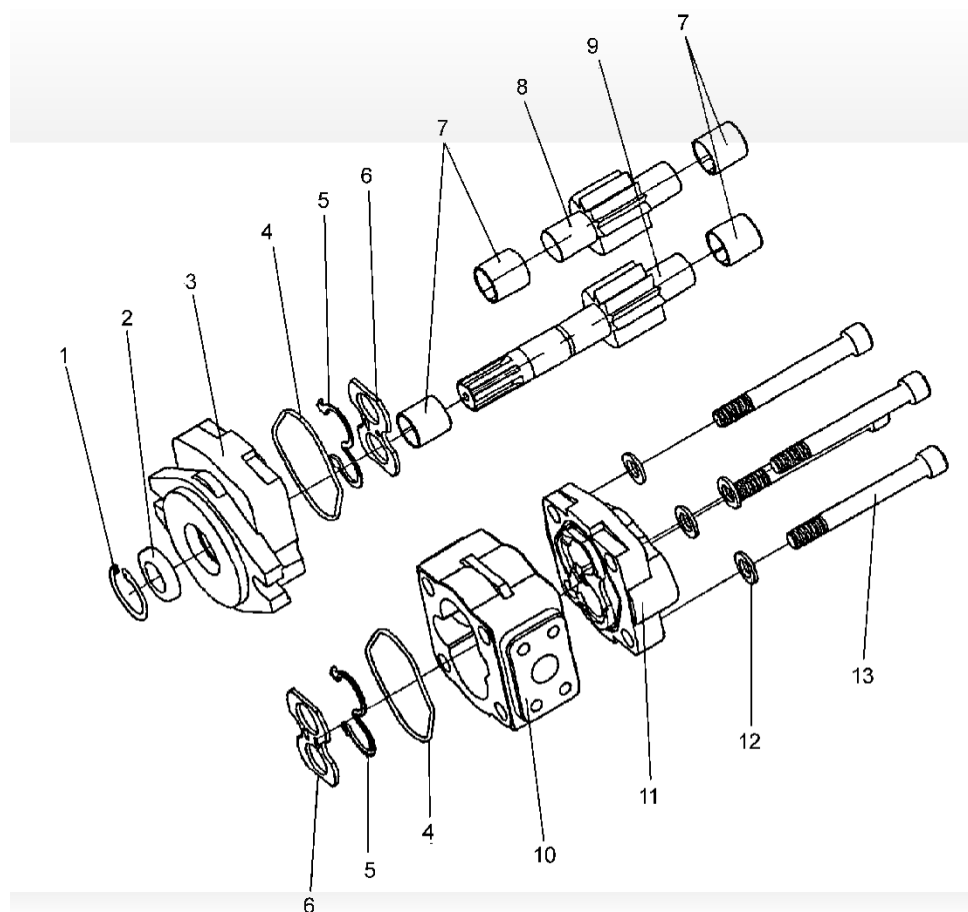
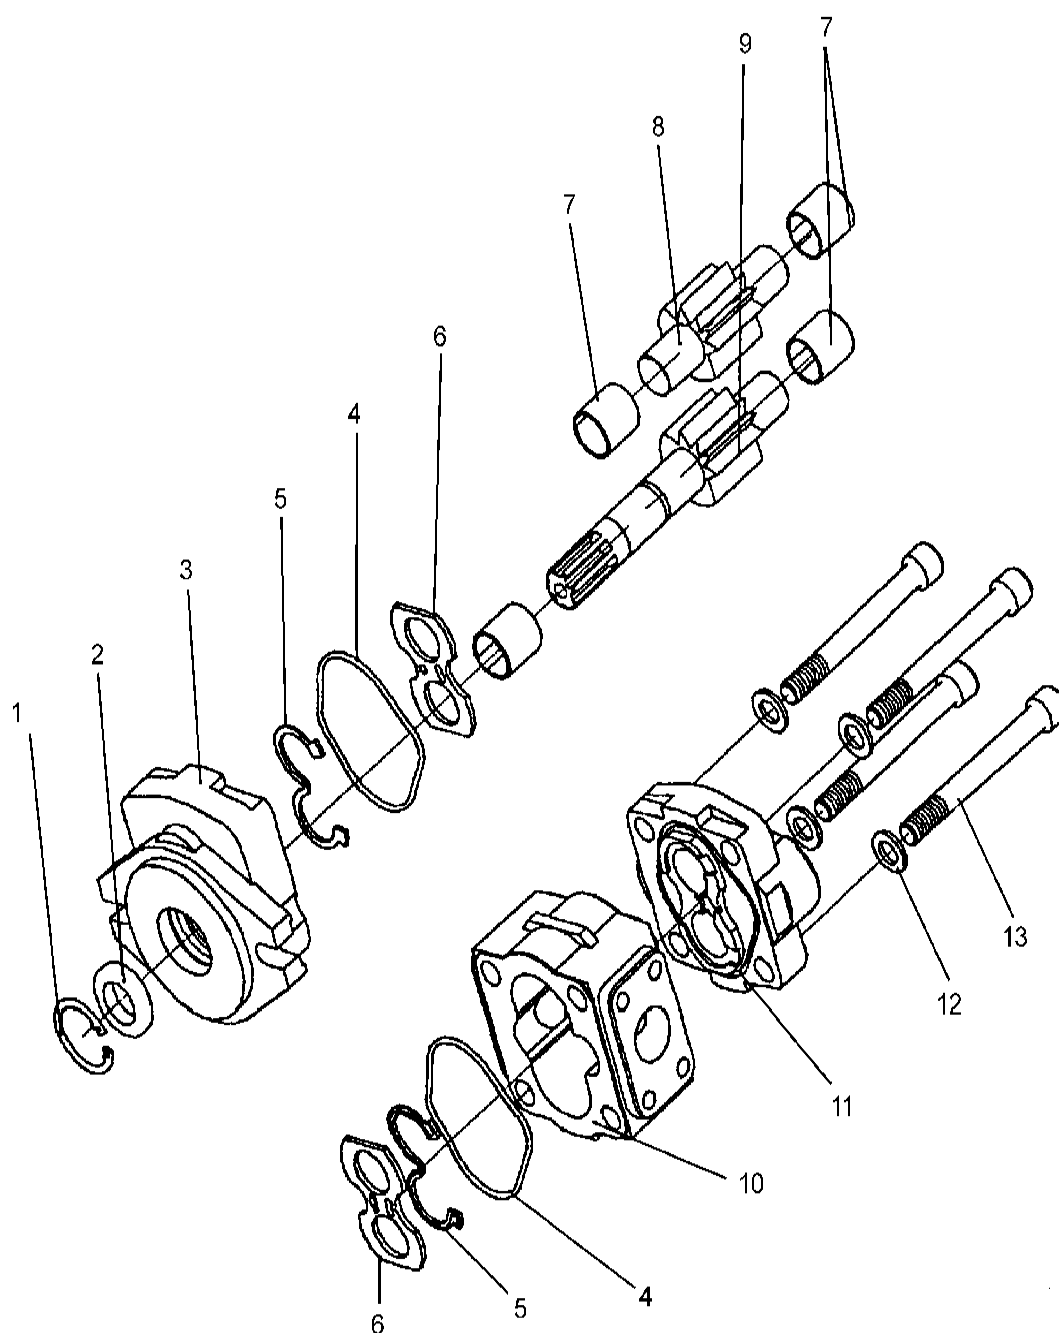

Рис. 9-1 Шестерёнчатый насос CBHZ(G) или SGP1 (вращение против часовой стрелки)
Рис. 9-2 Шестерёнчатый насос CBHZ(G) или SGP1 (вращение по часовой стрелке)
Конструкция левого шестерёнчатого насоса SGP1 или CBHZ(G) показана на рис. 9-1, правого — на рис. 9-2. Отличие заключается только в направлении установки уплотнительных колец.